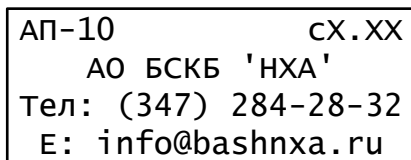

Рисунок 4 – Заставка
3.3.2 После включения аппарата, на дисплее появляется заставка (рисунок 4).
4.9.3 Для передачи настроечных параметров включить аппарат тумблером "Сеть" и до исчезновения с дисплея заставки (рисунок 4) нажать кнопку [Режим]. На дисплее отобразится "Сервисное меню", в котором выбрать пункт "Печать параметров".
4.9.4 Для передачи информации о зарегистрированных нештатных событиях включить аппарат тумблером "Сеть" и до исчезновения с дисплея заставки (рисунок 4) нажать кнопку [Режим]. На дисплее отобразится "Сервисное меню", в котором выбрать пункт "Печать событий".